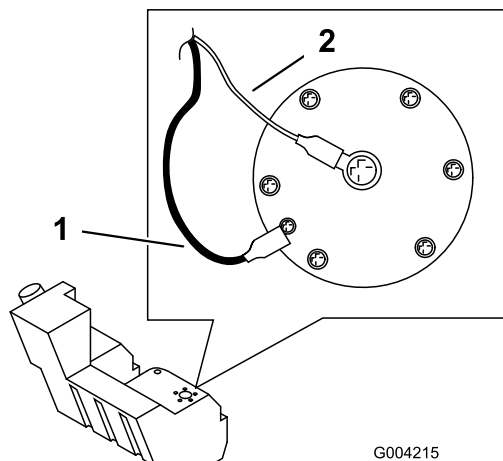

Figura 57
12. Desconecte los dos cables que van al lado derecho del depósito (Figura 57).
19. En el lado derecho del depósito, conecte el cable naranja al borne central y el cable negro al borne exterior (Figura 57).